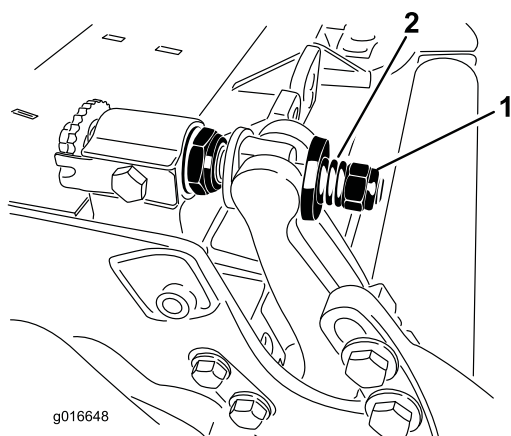

Figure 33
5. Serrez l'écrou de tension du ressort jusqu'à ce que les spires soient jointives, puis desserrez-le de 1/2 tour (Figure 33).